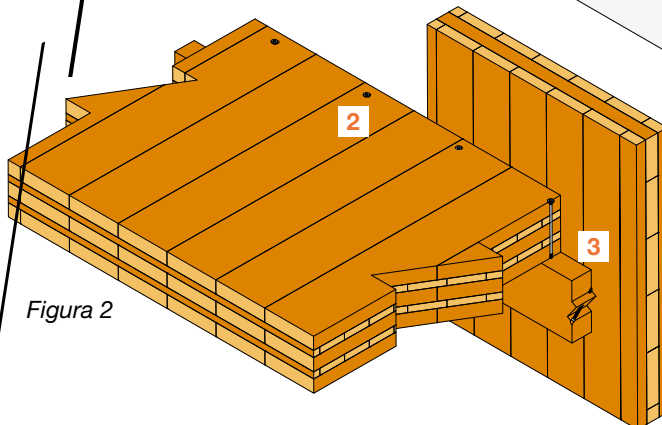

Figura 2
- cuando el soporte es de madera, hay que privilegiar el uso de tornillos tipo **ESCR, ESCRC, ESCRFTC, ESCRFTZ** (figura 2).